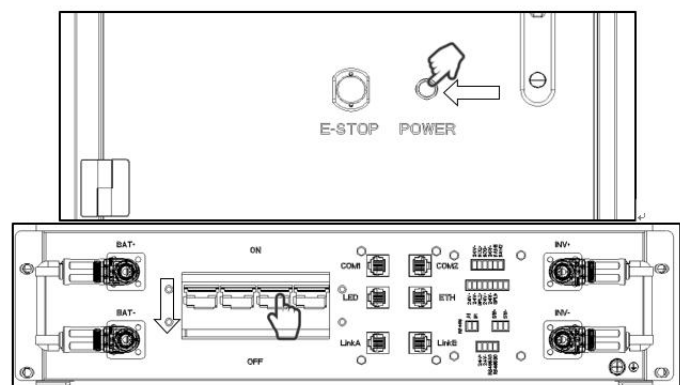

Figura 4.2.4
Paso 5: Presione el botón de ENCENDIDO de la puerta frontal durante 3 segundos, la luz indicadora verde en funcionamiento se apagará, luego coloque el interruptor de aire de la caja de control principal en estado apagado y el sistema se apagará (Figura 4.2.4).